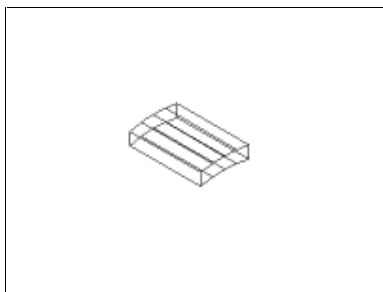
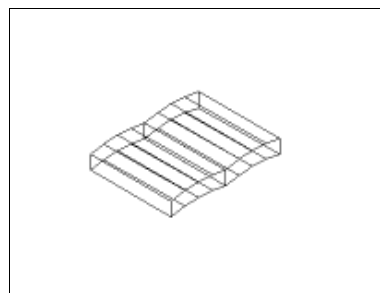

图 2-5
图 2-6
7. 单击 **修改 (M)** → **【三维操作】** → **【三维旋转】**。
①当前正向角度：ANGIR=逆时针 ANFBASE=0；选择对象：选取实体 $\leftarrow$ 。
②指定轴上的第一个点或定义轴依据 [对象 (O) /最近 (L) /视图 (V) /X 轴 (X) /Y 轴 (Y) /Z 轴 (Z) /两点 (2)]：X $\leftarrow$ 。③指定轴上的点 <0,0,0>：100,0,0 $\leftarrow$ 。④指定旋转角度或 [参照 (R)]：90 $\leftarrow$ 。见图 2-5。
8. 单击 **修改 (M)** → **【复制】**
①选择对象：选取实体 $\leftarrow$ 。②指定基点或位移或者 [重复 (M)]：100,-80,0 $\leftarrow$ 。③指定位移的第二点或 <用第一点作位移>：60,-80,0 $\leftarrow$ 。见图 2-6。